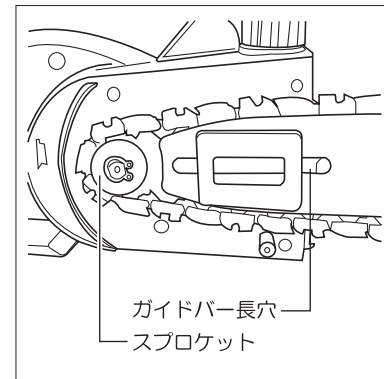

図11
- ②もう一方のソーチェーンの端を、スプロケットに掛けてください。(図11参照)